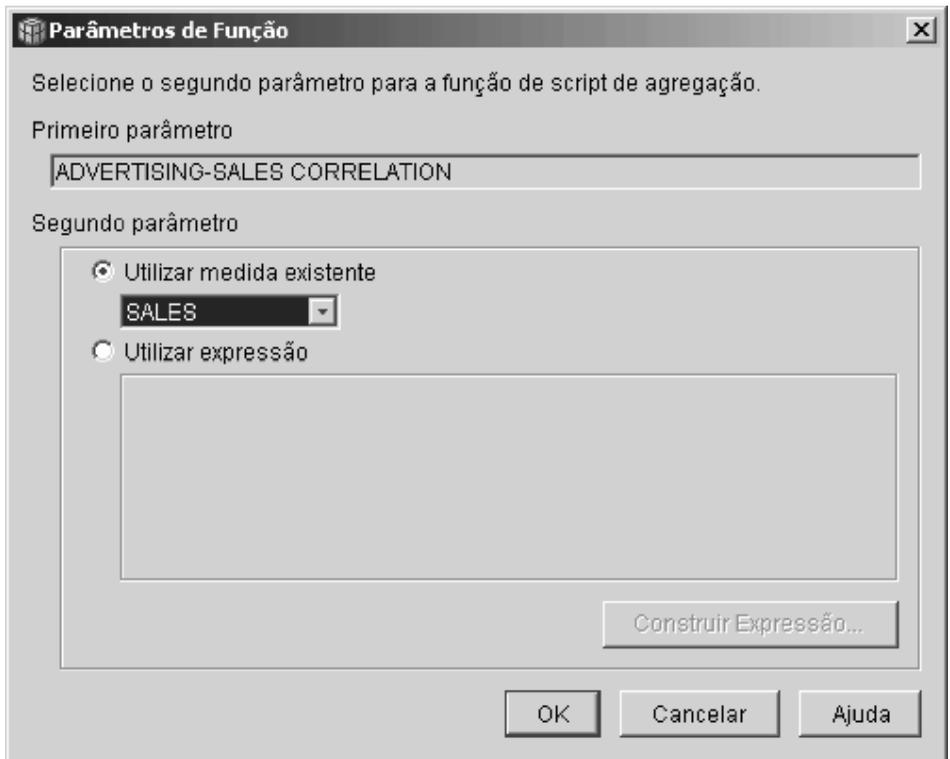

Figura 6. Medida Sales especificada como o segundo parâmetro na janela Parâmetros de Função
7. Clique no botão de comando **Parâmetros** para especificar o segundo parâmetro para a função CORRELATION. É aberta a janela Parâmetros de Função. Selecione **Utilizar medida Existente** e selecione **SALES**. A Figura 6 na página 11 mostra a janela Parâmetros de Função com a medida Sales especificada como o segundo parâmetro. Clique em **OK** para salvar sua seleção e fechar a janela Parâmetros de Função.